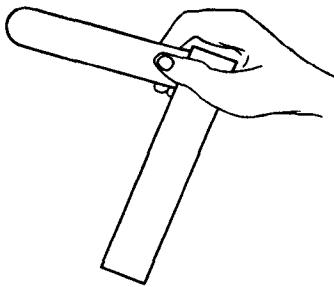

图 1-2
2) 手捏塞尺片的后端，使塞尺片平面与间隙面平行，轻缓插入间隙中，如图 1-2 所示。